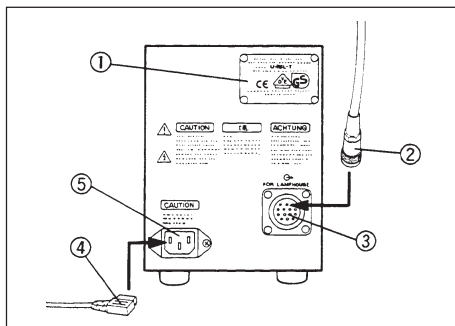

Fig. 5
1. Vérifier que la tension (volts) et la fréquence (Hz) de la prise d'alimentation secteur correspondent aux spécifications indiquées sur la plaquette d'identification ① de l'alimentation. (Fig. 5)
2. Connecter solidement la prise du câble d'alimentation de l'embase lampe à mercure ② dans le connecteur de sortie ③. (Fig. 5)
3. Brancher la fiche ④ du cordon d'alimentation dans la prise "AC" de l'alimentation ⑤. (Fig. 5)
Placer le commutateur principal sur "I" (marche = ON). Après allumage, la stabilisation de l'arc demande de 5 à 10 minutes. (Fig. 5)